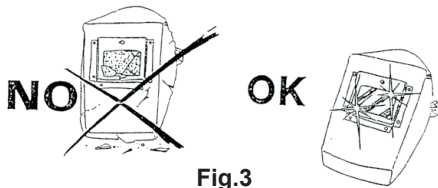

Fig.3
• Deve ser mantido sempre limpo o filtro colorido (vidro adiacínico); se estiver partido ou danificado (Fig.3) deve ser substituído com um filtro do mesmo grau de opacidade. O filtro deve ser protector contra protuberância e projecções de soldadura por meio de um vidro transparente colocado sobre a parte frontal da máscara; este último deve ser substituído sempre que se verifica uma reduzida visibilidade na soldadura.